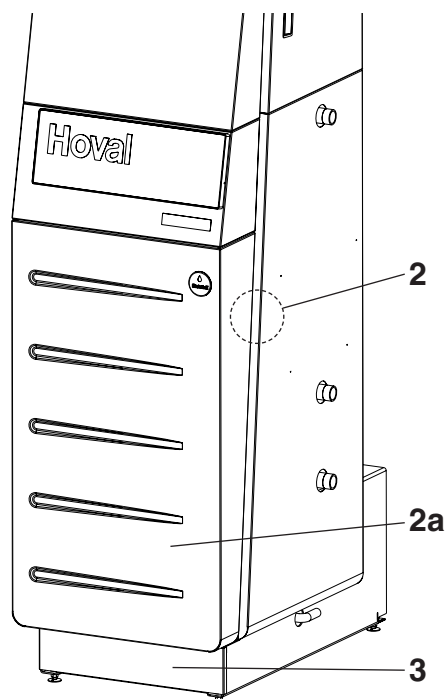

Fig. 16
2. Rimuovere la calotta frontale (2a, fig. 16). Allentare i bulloni di sicurezza laterali (2) (circa $\frac{1}{4}$ di rotazione a sinistra ed estrarre fino ad arresto). Sollevare verso l'alto la calotta mantenendola dritta e sfilarla in avanti.
3. Rimuovere la lamiera dello zoccolo (3, fig. 16). Sollevare verso l'alto la lamiera dello zoccolo mantenendola dritta e rimuoverla.
11. Montare la calotta frontale (2a) e la lamiera dello zoccolo (3, fig. 16).